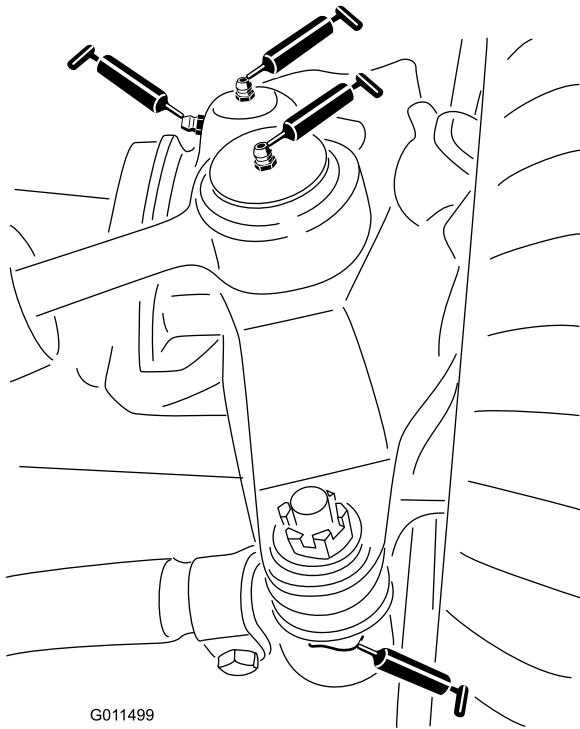

Figura 61
- Rótulas de los cilindros de dirección (2) (Figura 61)
- Rótulas de las barras de acoplamiento (2) (Figura 61)
- Casquillos de los pivotes de dirección (2) (Figura 61).